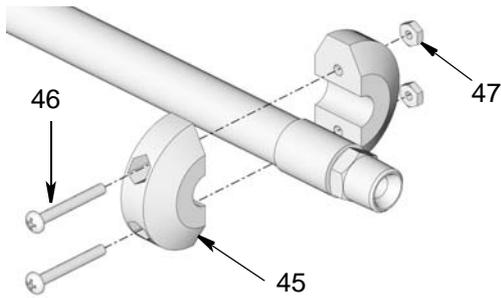

FIG. 14
14. Riposizionare l'arresto a sfera e la valvola di erogazione (FIG. 14).
15. Rimuovere il morsetto a C (A).